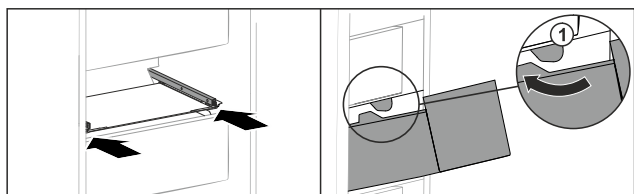

Fig. 166
- Guider le tiroir en contournant les butées Fig. 166 (1).